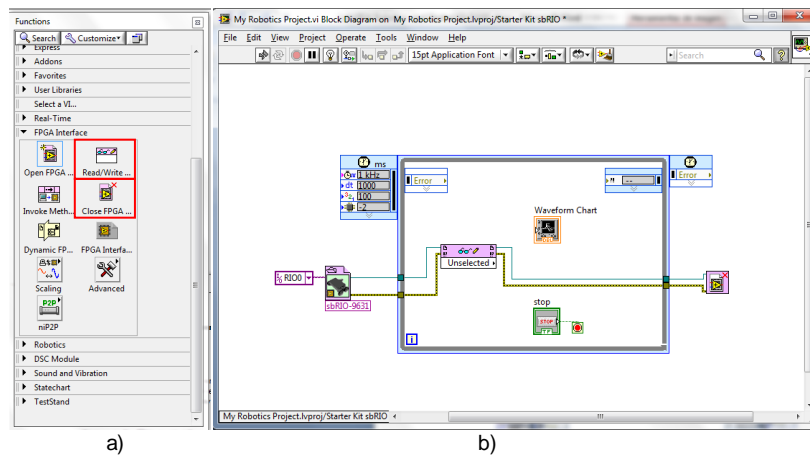

Fig. 30. a) Barra de funciones b) Diagrama en Bloques.
8. Dirijase a la ventana de Functions. Elija FPGA Interface para arrastrar los bloques de Read/Write, Close FPGA (Fig. 30 a) ) al diagrama en Bloques y realizar las conexiones que se muestran en la Fig. 30 b).